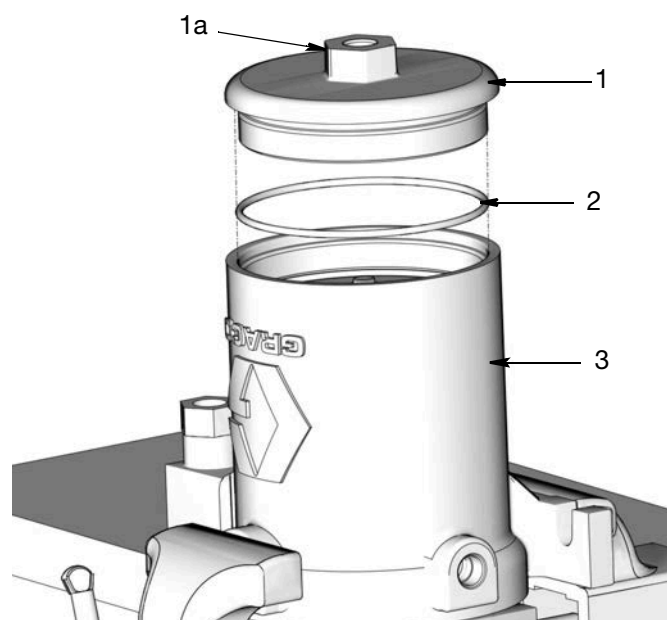

FIG. 35
10. Appliquer une fine couche de graisse sur le joint torique (2) du couvercle. Placer le joint torique sur le couvercle (1) (FIG. 35).
11. Mettre le couvercle dans le fond du corps (3) du moteur pneumatique. Pousser avec la main pour aider le couvercle à se mettre à sa place en comprimant le ressort. Placer une clé sur l'écrou (1a) pour tourner et bien serrer le couvercle, puis le serrer à un couple de 37,9 à 43,4 N.m (28 à 32 pi.-lbs) FIG. 35.